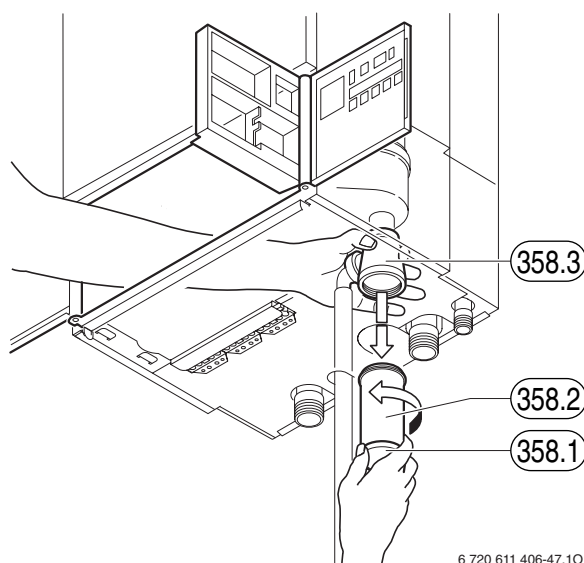

Bild 24 Siphon abschrauben
- Kondenswassersiphon (358) füllen:
- Reinigungskappe und Mittelteil des Siphons abschrauben, hierzu am Oberteil gehalten (Bild 24).